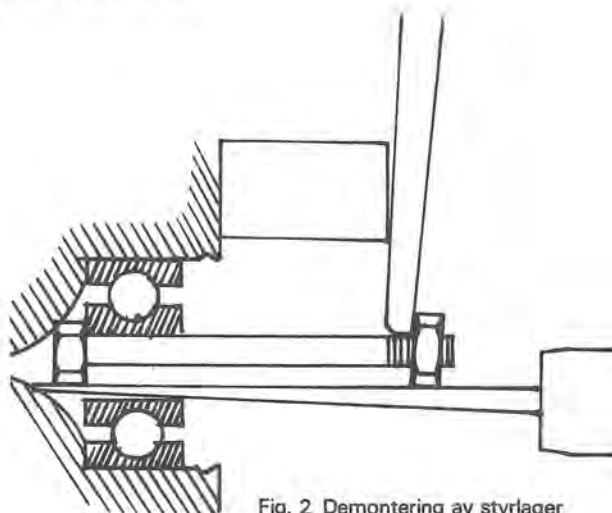

Fig. 2 Demontering av styrlager
2. Saknas spec. avdragare kan en skruv 8 mm eller 5/16" c:a 70-100 mm lång användas. (se fig. 2)